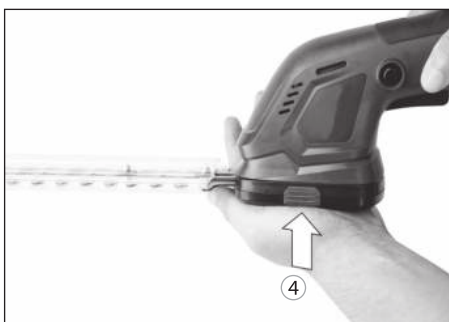

Рис. 2
2. Совместите другое лезвие с устройством (рис. 2).